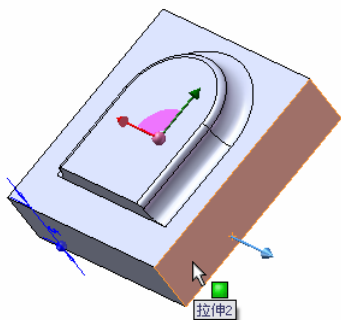

图 10-96 选择基准面
⑦ 绘制草图。在实体上选择如图 10-96 所示的面作为绘图的基准面, 单击“草图”工具栏中的“草图绘制”图标, 然后单击“草图”工具栏中的“转换实体引用”图标, 将选择的矩形表面转换成矩形图素, 如图 10-97 所示。